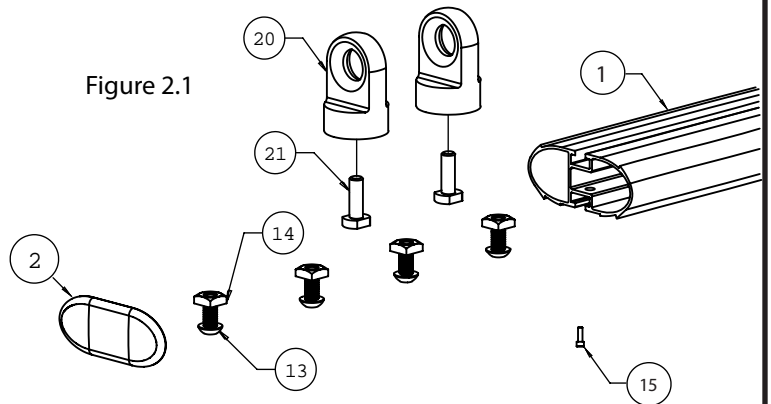

Figure 2.1
1. Prenez la barre transversale à double rainure en T (pièce 1) et insérez quatre écrous carrés (pièce 14) dans la rainure en T inférieure. Reportez-vous aux figures 2.1, 2.2 et 2.3